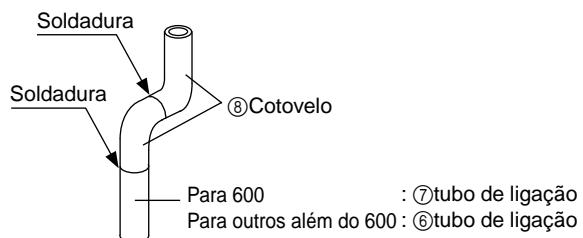

Fig. 4
- (1) Retire a tampa em cobre e a junta em borracha unidas à tubagem e flange do distribuidor (gás) (opcional).
- (2) Monte fora da unidade com o cotovelo (⑧), ligando o tubo (⑦ para o tipo 600), ou ligando o tubo (⑥ para os tipos além do 600) no tamanho e soldadura especificados (veja a Fig. 4).